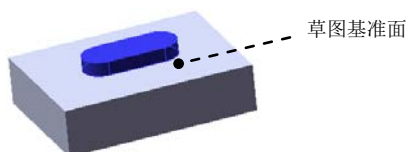

图 16.6.32 凸台—拉伸 2
(3) 定义拉伸深度属性。
① 定义深度方向。采用系统默认的深度方向。
② 定义深度类型和深度值。在“凸台一拉伸”对话框 **方向1** 区域的下拉列表中选择 **给定深度** 选项, 在 中输入深度值 5.0。
(4) 单击 按钮, 完成凸台一拉伸 1 的创建。
Step3. 创建图 16.6.32 所示的零件基础特征——凸台一拉伸 2。
(1) 选择命令。选择下拉菜单 **插入(I)** → **凸台/基体(B)** → **拉伸(E)...** 命令 (或单击“特征(F)”工具栏中的  按钮)。
(2) 定义特征的横断面草图。
① 定义草图基准面。选取图 16.6.32 所示的表面作为草图基准面。